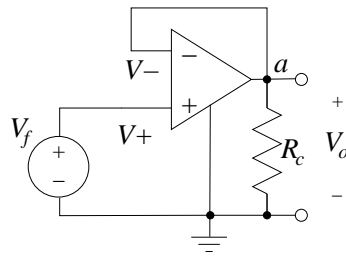

Figura 2.28: Búfer con carga
**3 Ejemplo (Búfer con carga a la salida)** Considere el circuito de la Figura 2.28. Hemos colocado una resistencia de carga  $R_c$  a la salida del ampliop, entre el nodo  $a$  y tierra. Vamos a analizar este circuito usando el modelo lineal completo visto anteriormente.